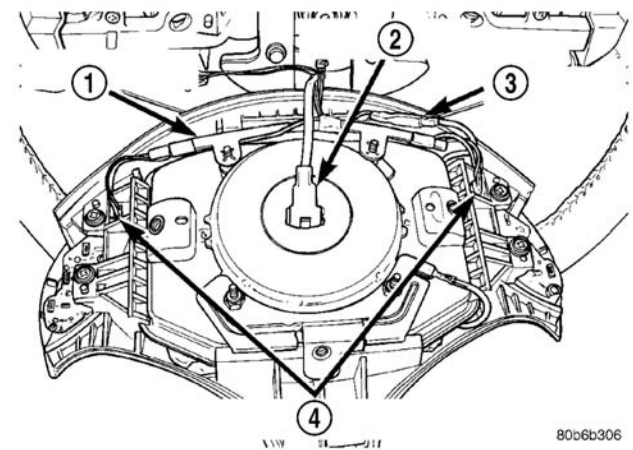

图 37 安全气囊模块线路连接
(2) 拆下将安全气囊模块固定至方向盘的 3 个螺栓（方向盘的每个轮辐上各一个）。从方向盘中提起安全气囊模块。
(3) 断开安全气囊、喇叭开关和速度控制开关线路接头（图 37）。从安全气囊模块螺柱上拆下线束敷设夹。
（5）安装安全气囊时钟弹簧、喇叭开关线路和速度控制开关引线（图37）。将线路敷设夹装到安全气囊模块的螺柱上。